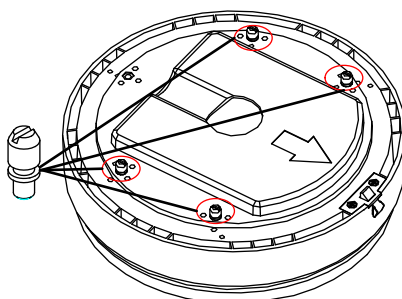

图2-28 安装螺柱
3. 安装螺柱：使用一字螺丝刀将 4 颗螺柱安装到上壳体，如图 2-28 所示。